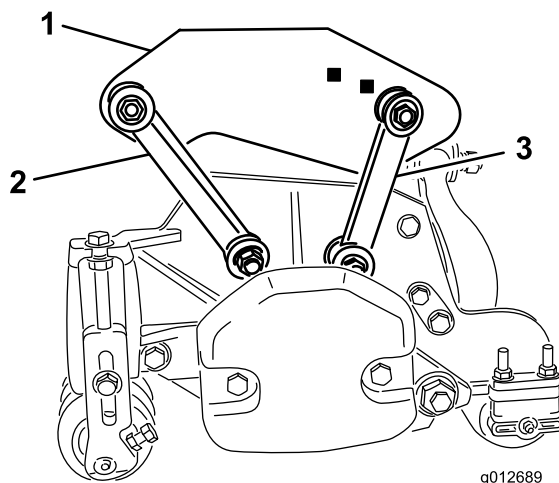

**Figura 18**
4. Posicione uma estrutura de suporte traseira (Figura 18) em cada unidade de corte traseira.